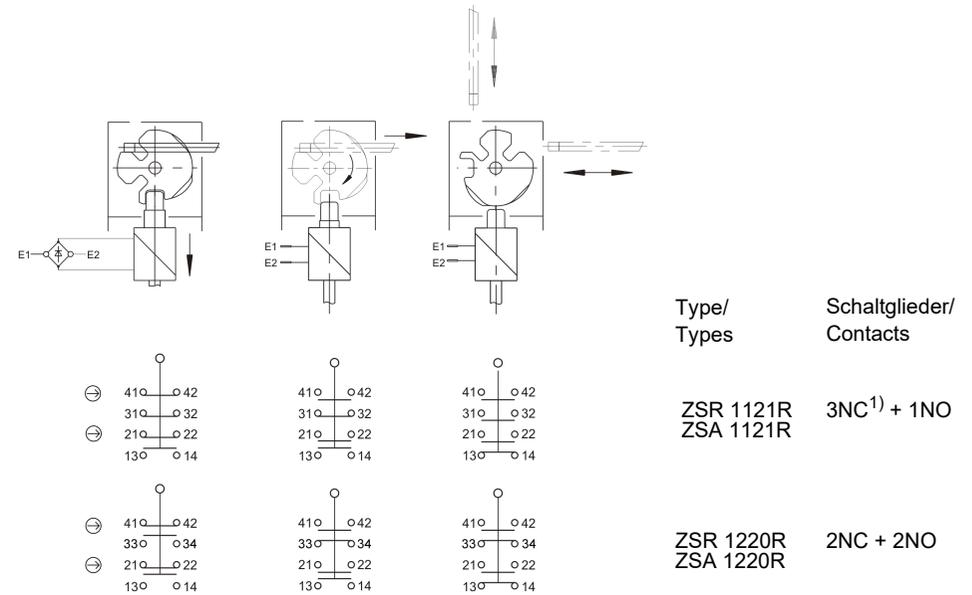

Fig.2 Schaltelelemente und Schaltfunktionen/Contact blocks and switching functions
- Funciones de conmutación o asignación de contactos (Fig.2).